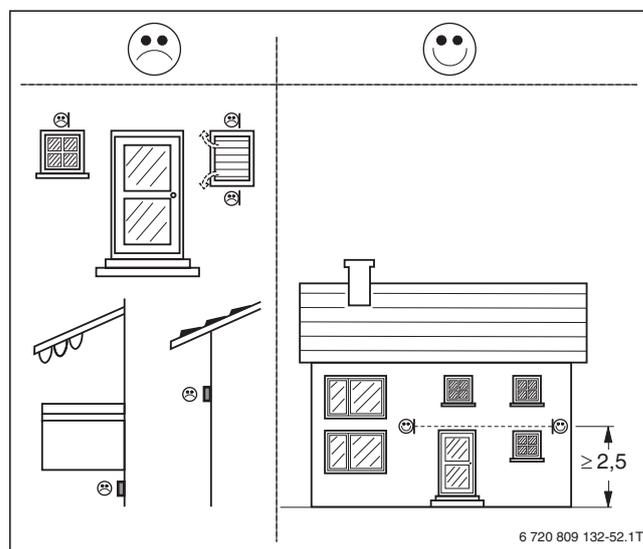

Fig. 94 Disposizione della sonda di temperatura esterna (misure in m)
- sotto tende parasole, balconi o sotto il tetto (→ fig. 94)